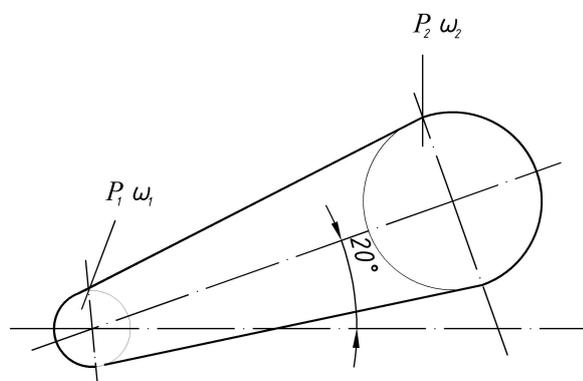

Рис. 3.3. Расчетная схема к задаче № 3
3. Рассчитать плоскоременную передачу (рис. 3.3). Мощность на ведущем валу P_1 , угловая скорость ω_1 , и угловая скорость ведомого шкива ω_2 приведены в табл. 3.3. Расстоянием между центрами шкивов, а также режимом работы передачи задаться.